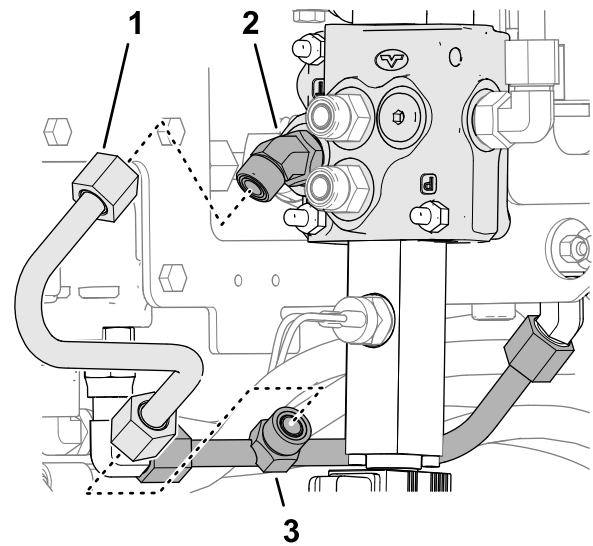
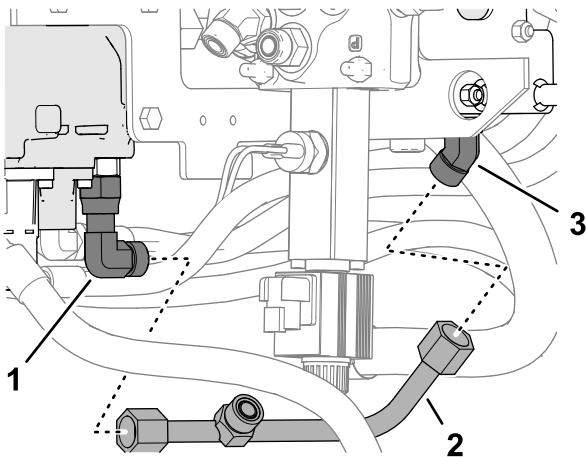

Bild 20
Bild 19
2. Montieren Sie das Verteilerrohr lose an das 90°-Anschlussstück des Ladearmventils und das 45°-Anschlussstück (unten) in Anschluss T des Niedrigflussventils (**Bild 19**).
3. Montieren Sie das S-förmige Rohr lose an das Anschlussstück im Verteilerrohr und das 45°-Anschlussstück im Anschluss T des Hilfsventils (**Bild 20**).
4. Ziehen Sie die 90°-Anschlussstück des Anschluss T des Ladearmventils (**Bild 19**) und das 45°-Anschlussstück im Anschluss T des Hilfsventils (**Bild 20**) auf ein Drehmoment von 79 bis 98 N·m fest.